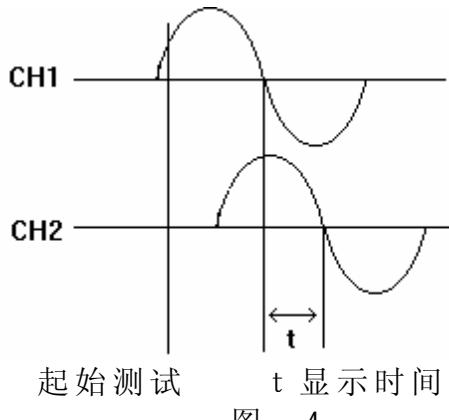

图 4
(1) 按图4接好线，开关均置空点位置。
(2) 按外测键，置功能显示为“F”。
(3) 按(除外测、停止、打印、复位外)任意键启动测试显示“0”。
(4) 接通(断开)被测继电器的线包电源，显示屏将显示转换触头由常闭到断开(常开到闭合)的动作时间。
(5) 用打印键，可打印测试数据。
(6) 若需多次测试，可重复(3)、(4)项、(5)项。
(7) 测完，按复位键返回。
(1) 将两个电压信号分别接入CH1、CH2，开关置带电位置。
(2) 用外测键，置功能显示为“F”。
(3) 接通两信号电源。
(4) 按(除外测、停止、打印、复位键外)任意键开始测试，显示时间，为CH1状态变化到CH2状态变化之间的时间，如图4所示。
(5) 可用打印键打印。
(6) 需多次测试可重复(4)、(5)操作。
(7) 测试完，切断外接电源，复位返回。